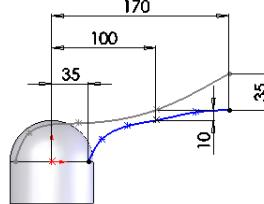

图 6-89 绘制的草图
**14** 绘制草图。单击“草图”工具栏中的“样条曲线”图标按钮 ，绘制如图 6-89 所示的草图并标注尺寸，然后退出草图绘制状态。